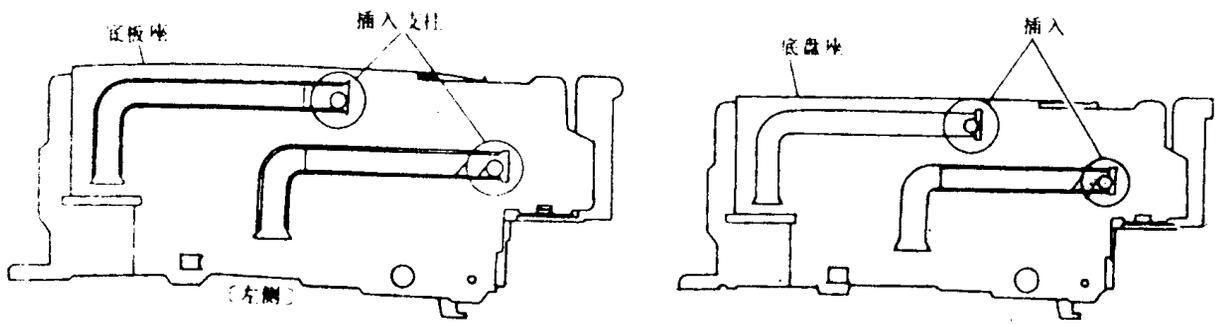

图 1-18
①请检查盒带座的两个凸起部有否插在底盘座左边的槽沟中(见图 1-18)。